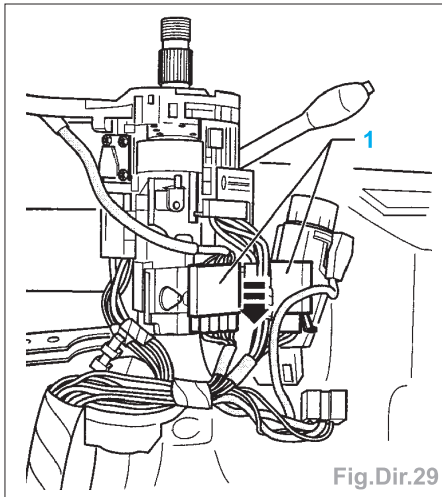

Fig.Dir.29
- Débrancher la fiche (1) de la colonne de direction dans le sens de la flèche (Fig.Dir.29).